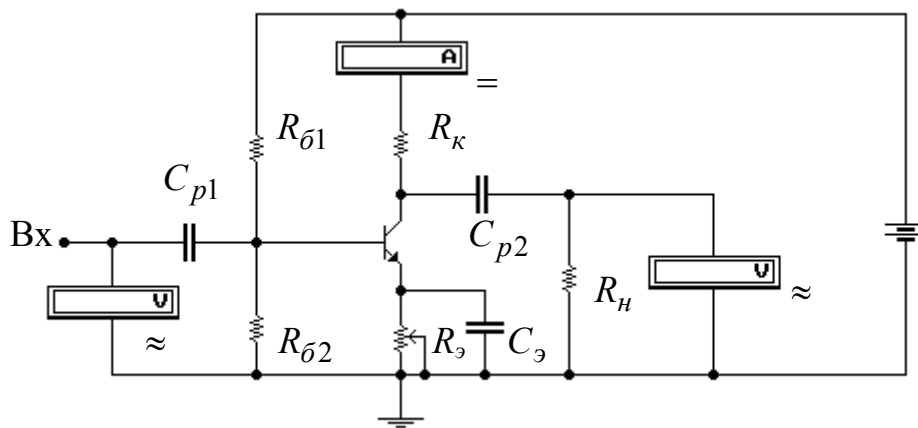
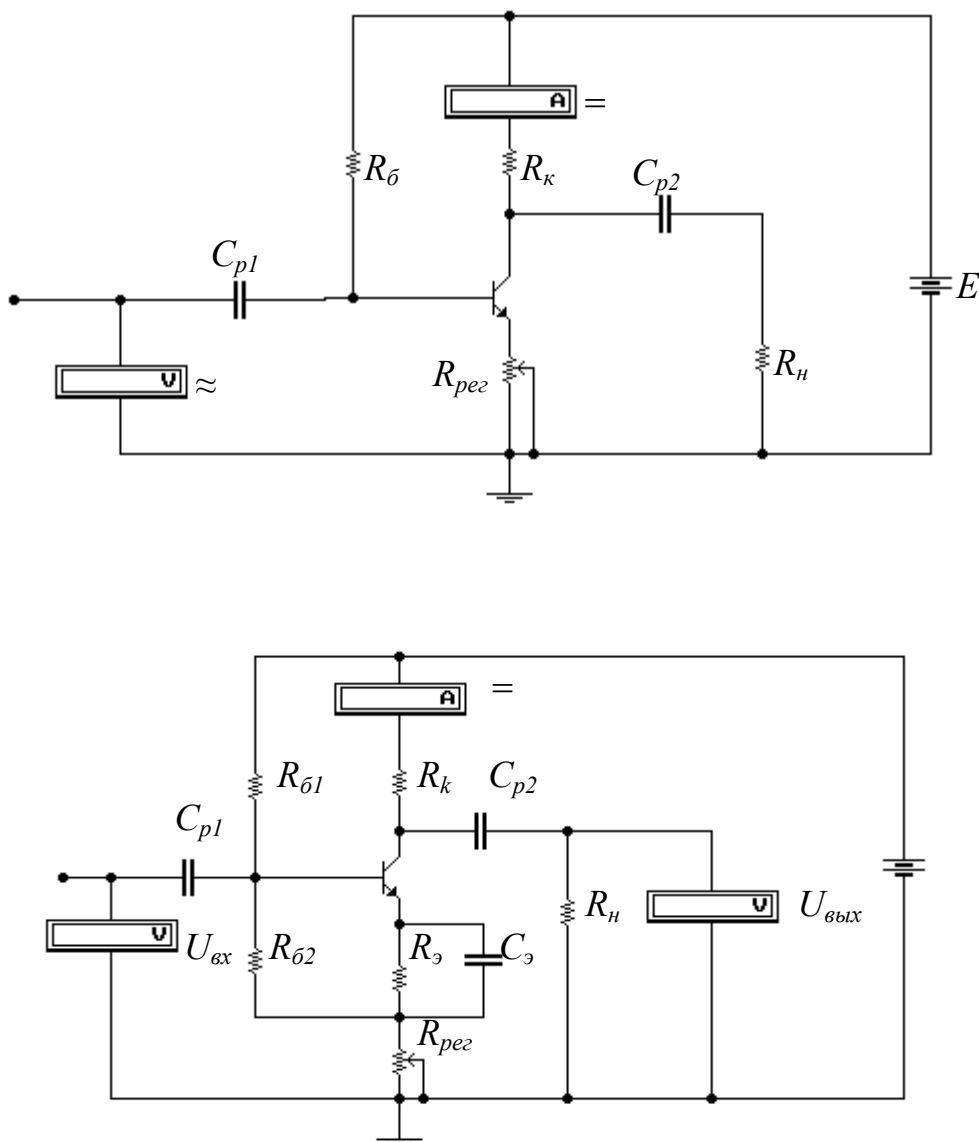

Рис. 5.2. Схема регулировки усиления изменением режима с помощью сопротивления в цепи эмиттера
Рис. 5.3. Схемы регулировки усиления изменением глубины обратной связи
Соберите схему эмиттерной стабилизации, выбрав R_3 таким образом, чтобы при максимальном токе коллектора (допустим, 15-20 мА) падение напряжения на нем было порядка 3 В. Ток делителя выберите равным (10-50) токам базы (схема на рис. 5.2). Напряжение на коллекторе и ток коллектора возьмите равными соответствующим значениям в средней точке измерений по пункту 1.
3. Модернизируйте одну из выше приведенных схем таким образом, чтобы ток покоя коллектора был максимальным из фигурировавших в экспериментах 1 и 2 (например, вариант изменения схемы рис. 5.2 изображен на рис. 5.3). Сопротивление $R_э$ вновь зашунтируйте конденсатором емкостью 200-500 мкФ.
Добавьте в цепь эмиттера переменное сопротивление, включив его таким образом, чтобы при изменении сопротивления режим транзистора не менялся (рис. 5.3). Переменное сопротивление выберите так, чтобы оно позволяло изменять коэффициент усиления примерно во столько же раз, во сколько его изменяли в пункте 1.